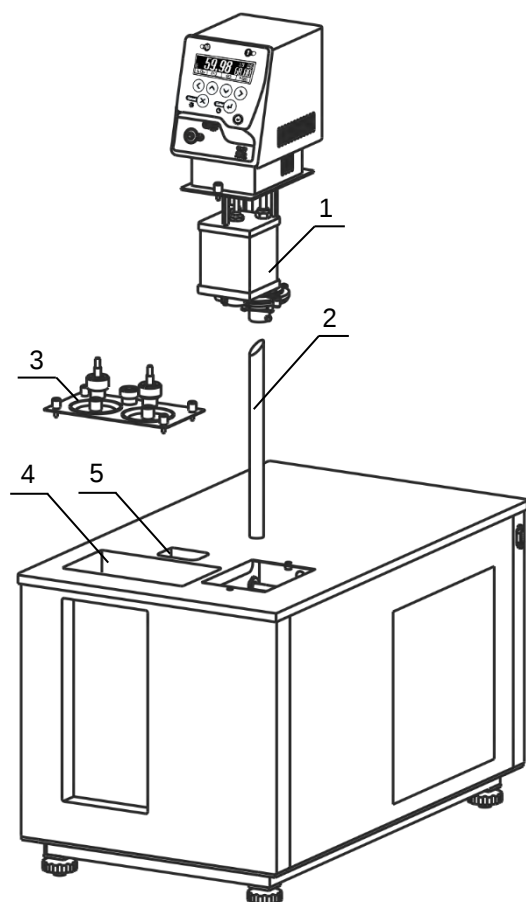
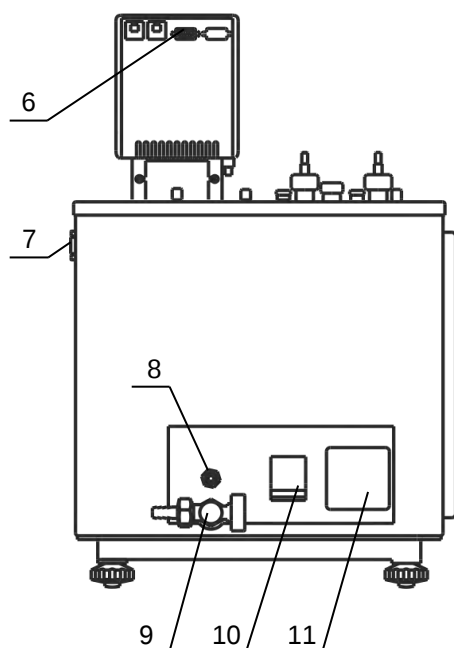

Рисунок 3 — Установка блока регулирования температуры
Рисунок 4 — Задняя панель термостата
2.2.3 Вставить выходную трубку 2 (рисунок 3) в переходное отверстие на дне основной ванны термостата коническим концом вверх, как показано на рисунке 3.
2.2.5 К переливному штуцеру 8 (рисунок 4) присоединить гибкий шланг, второй конец которого опустить в емкость для сбора излишков теплоносителя объемом 1.5–2 л.
2.2.6 Заполнить ванну термостата теплоносителем через отверстие над рабочей ванной 4 (рисунок 3) до момента начала слива теплоносителя из штуцера 8 (рисунок 4). Температурный диапазон применения теплоносителя должен соответствовать значениям, указанным в 1.2.6.
2.2.7 Вставить вилку сетевого кабеля блока регулирования в розетку 11 (рисунок 4). Соединить кабелем из комплекта поставки блок регулирования температуры (разъем 6) и холодильную машину (разъем 7). Сетевой кабель термостата подключить к питающей сети. Для этого в лабораторном помещении должна быть установлена электрическая розетка из комплекта поставки термостата.
2.2.9 При первом запуске термостата необходимо включить блок регулирования в режиме прокачки в соответствии с документом ТКЛШ 3.222.009-03 РЭ «Блоки регулирования температуры погружные циркуляционные М03, М03М серии МАСТЕР». При работе циркуляционного насоса уровень теплоносителя в рабочей ванне поднимается, и теплоноситель начинает равномерно переливаться в основную ванну. При этом уровень теплоносителя в основной ванне падает, что может привести к срабатыванию защиты от недостаточного уровня теплоносителя. Додливать теплоноситель следует до момента начала слива из переливного штуцера 8 (рисунок 4).
Причина отсутствия перелива — неправильная работа насоса, вызванная воздушной пробкой, образовавшейся в резервуаре 1 (рисунок 3). Для ее устранения необходимо:
2.4.2 Надеть сливной шланг из комплекта поставки на кран 9 (рисунок 4) и закрепить его хомутом. Свободный конец шланга опустить в емкость для сбора теплоносителя объемом, превышающим объем термостата.